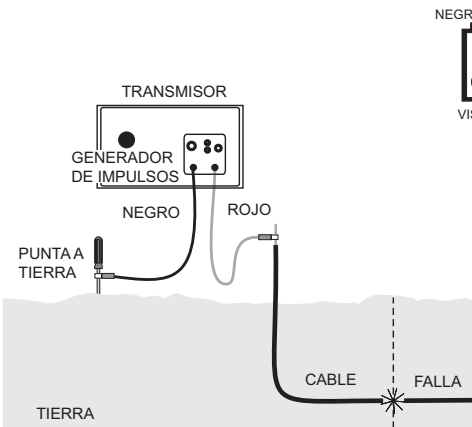

Figura 1. Instalación del Transmisor
2. Con el transmisor apagado, conecte la abrazadera del cable de prueba negro del transmisor a la punta a tierra. Inserte la punta a tierra a fondo en el terreno. (Véase la Figura 1).